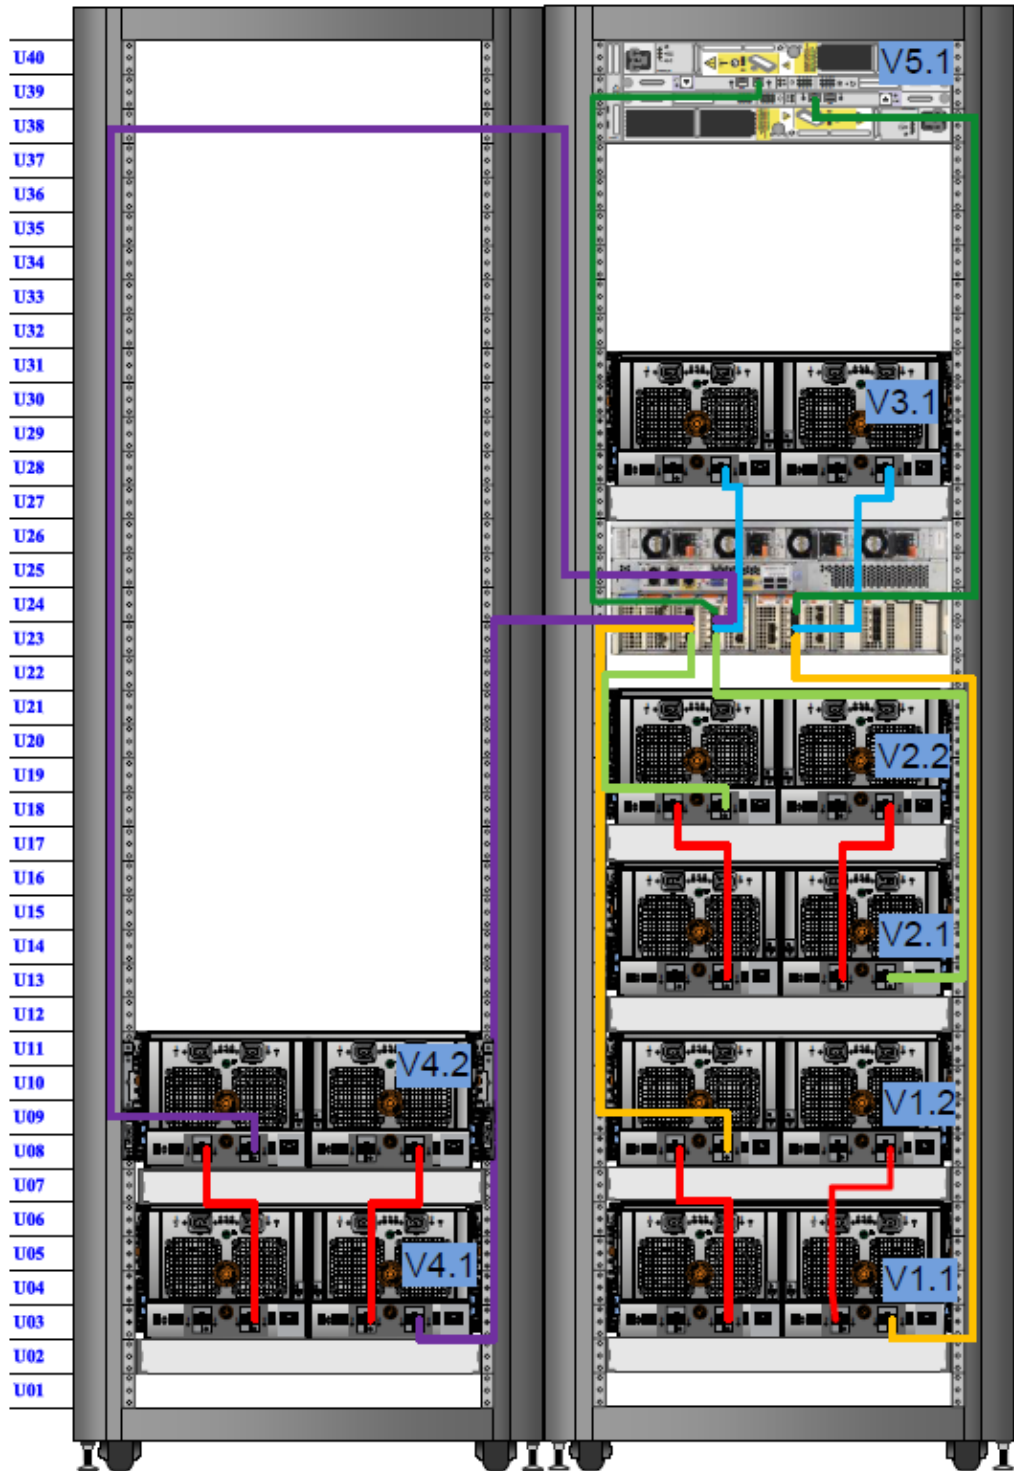

Рисунок 27. Система CX4-1127-00 с полками CX0-1125-60.
- CX4-1127-00: таблица 13 и рисунок 27;